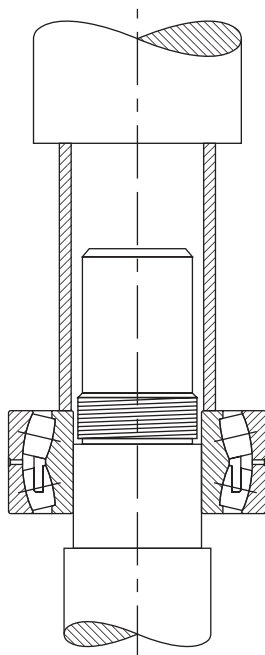

Рис. 17. Метод прессовой посадки
- Альтернативный метод монтажа, который, как правило, используется только для подшипников малого размера, заключается в напрессовывании подшипника на вал или в корпус. С этой целью используют пресс и оправку как показано на рис. 17.